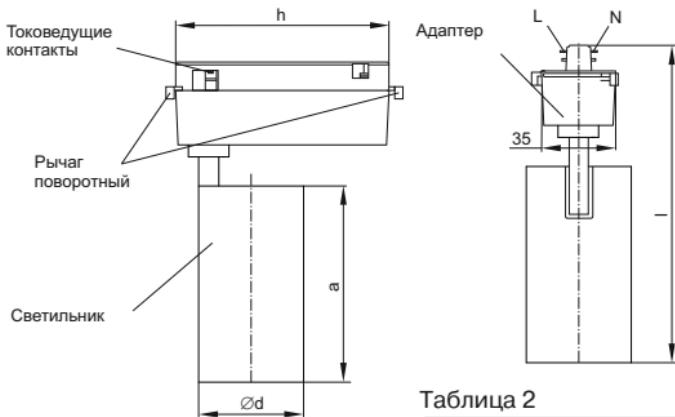

Рисунок 1
- вставить светильник ДТО 1301–1304 в шинопровод и зафиксировать двумя поворотными рычагами (рисунок 1);